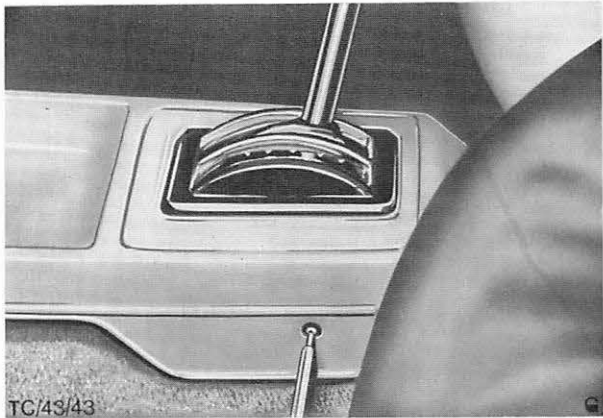

Abb. 57 Schrauben – Mittelkonsole hinten an den Haltern auf dem Gelenkwellentunnel festziehen.
5. Mittelkonsole auf die Halter am Gelenkwellentunnel montieren, Schraubenlöcher ausrichten und Schrauben vorne und hinten befestigen, Abb. 57.